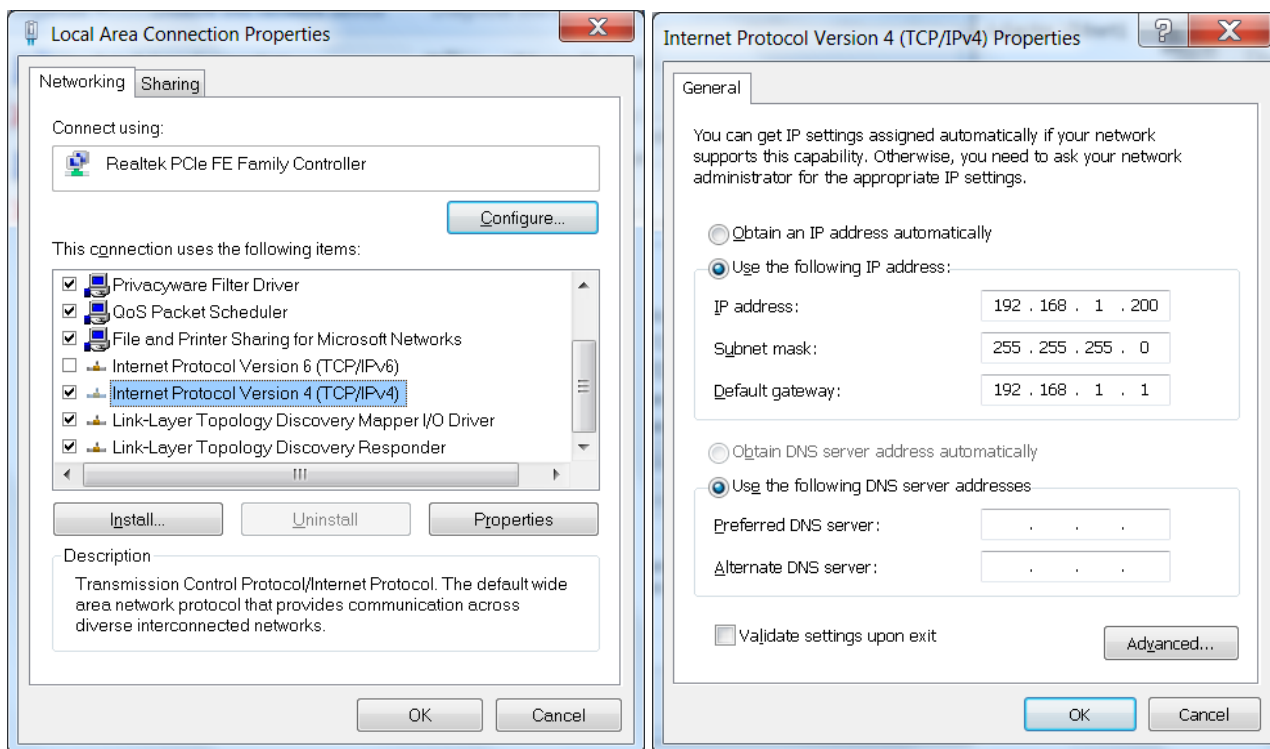

图 2.4 设置 PC 计算机网络参数
2. 在可用协议列表中（图 2.4 左），找到“Internet 协议版本 4 (TCP/IPv4) - Internet Protocol Version 4 (TCP/IPv4)”。选中它，然后单击“属性(Properties)”。
3. 在对话框（图 2.4 右侧）中指定：
4. 单击“确定 (OK)”关闭所有对话框。